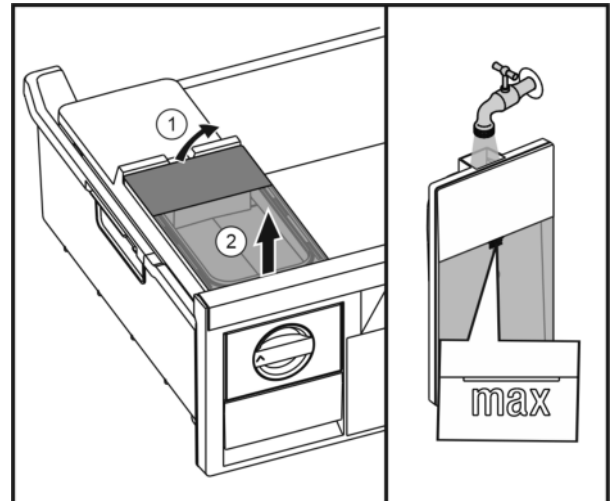

Fig. 43
- Wassertank von hinten anheben Fig. 43 (1) und nach oben entnehmen Fig. 43 (2).